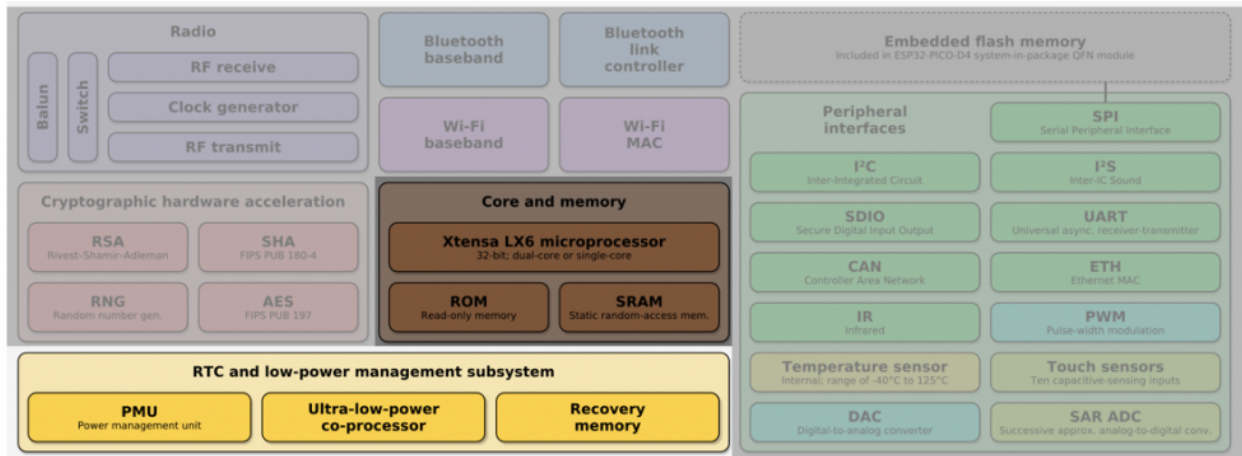

Figura 7 - Diagrama de blocos ativos no Light sleep mode.
- Light sleep mode que é parecido com o Modem sleep mode. O CPU é pausado desligando os pulsos de clock enquanto que o RTC e o co-processador ULP estão ativos (Figura 7). Isto resulta em menos energia gasta usando cerca de 0,8 mA. Antes de entrar neste modo, o ESP32 guarda o seu estado interno e retoma ao estado guardado ao sair deste modo.